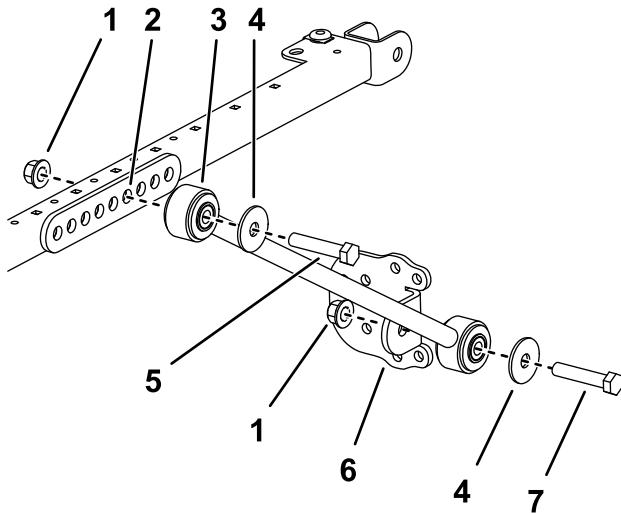
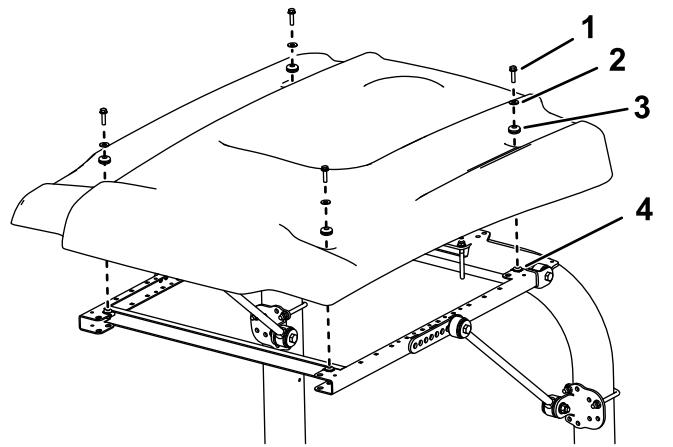

Figura 20
Figura 21
- En cada lado del bastidor del toldo, monte provisionalmente un acoplamiento de extensión en el cuarto taladro del soporte del tirante con 2 pernos ( $\frac{1}{2}$ " x  $2\frac{3}{4}$ ") y 2 tuercas con arandela prensada ( $\frac{1}{2}$ "), tal y como se muestra en la Figura 20.
| 13. Sujete provisionalmente un soporte de tirante a cada tirante con un perno (1/2" x 2 1/2"), una arandela (1/2") y una tuerca con arandela prensada (1/2"), según se muestra en <a href="#">Figura 20</a> .   | 17. Sujete provisionalmente cada esquina del toldo al bastidor con un perno con arandela prensada (5/16" x 1 1/4"), una arandela pequeña y un anillo de goma ( <a href="#">Figura 21</a> ). |
13. Sujete provisionalmente un soporte de tirante a cada tirante con un perno (1/2" x 2 1/2"), una arandela (1/2") y una tuerca con arandela prensada (1/2"), según se muestra en Figura 20.
16. Alinee los taladros de montaje y posicione el toldo sobre el bastidor, según se muestra en Figura 21.